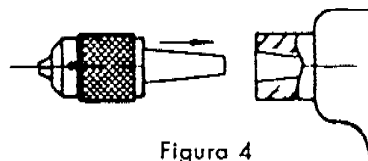

Figura 4
- a. Coloque el mandril portabrocas en el cabezal móvil (Figura 4).